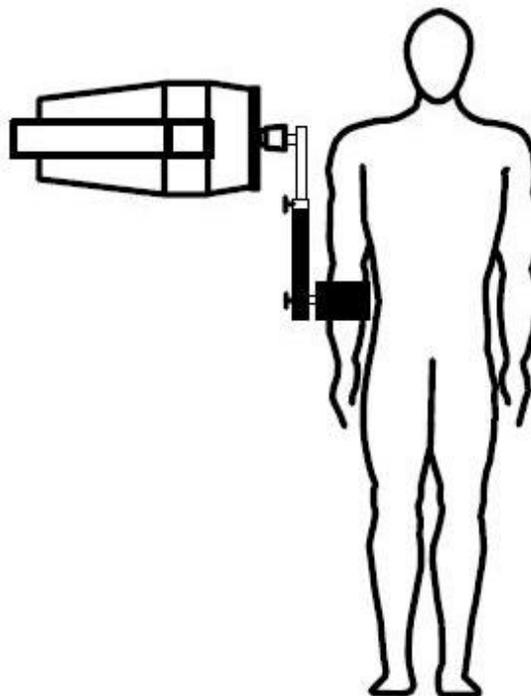

Figure 1
6. Ajustez la longueur de l'outil. Desserrez le bouton en T noir, et glissez l'outil de sorte que le coussinet repose sur la face dorsale de l'avant-bras au niveau du milieu de l'avant-bras (voir figure 1). Une fois que la bonne longueur est réglée, serrez solidement le bouton en T et **enregistrez** la longueur de l'outil dans le champ NOTES aux fins d'uniformité dans les configurations futures. Fixez le coussinet à l'avant-bras avec la sangle en Velcro.